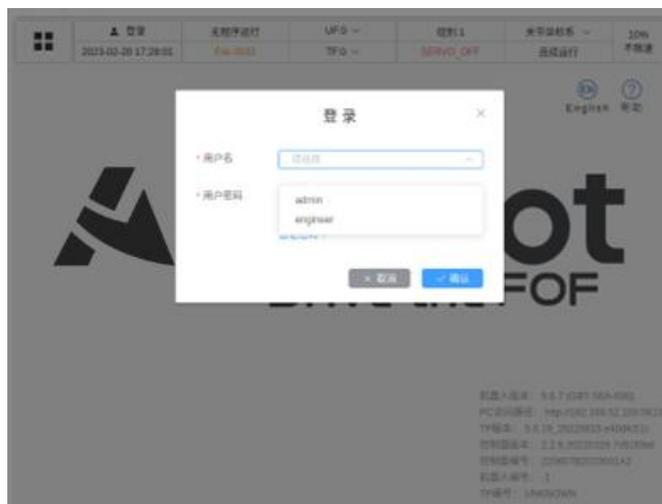

图 3.5 权限登录弹窗
1. 点击 TP 界面的登录窗口，弹出如图 3.5 所示界面。点击用户名选择 admin，密码输入 123 后点击确认，即可完成登录。